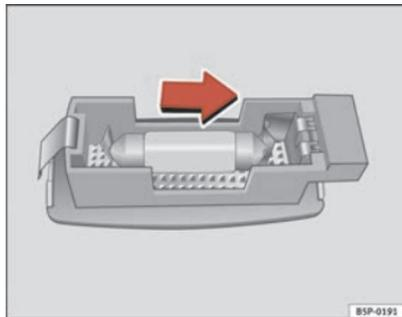

Fig. 195 Desmontagem da luz da pala de sol
- Retirar a luz com cuidado, utilizando a parte plana da chave de parafusos, tal como indica a figura ⇒ fig. 195.
- Retirar a lâmpada, movendo-a no sentido da seta e para fora ⇒ fig. 195. ■